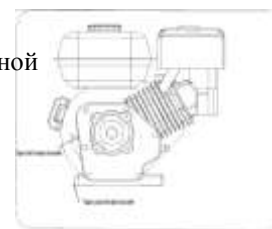

Рисунок 23
2. Открутите крышку маслозаливной горловины от наливной маслозаправочной трубки и начисто протрите масляный щуп. Смотри рисунок 23